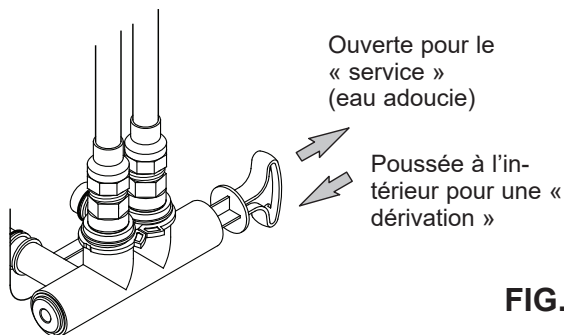
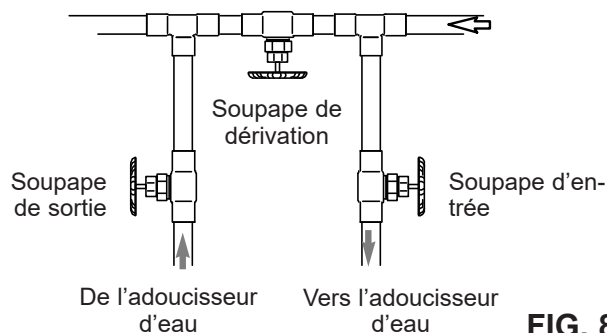

FIG. 7
FIG. 8
Installez une soupape de dérivation simple (incluse), de la manière illustrée à la figure 7, ou, si telle est votre préférence, le système de dérivation à trois robinets (pièces non incluses) en vous reportant à la figure 8. Les robinets de dérivation vous permettent de couper l'eau alimentant l'adoucisseur, au besoin, pour effectuer des travaux d'entretien tout en continuant d'avoir de l'eau dans les tuyaux.
ATTENTION : Le tuyau d'eau froide (en métal) d'une maison est souvent utilisé pour assurer la mise à la terre du circuit électrique de l'habitation. Le mode d'installation de la soupape de dérivation triple illustré à la Figure 8 maintiendra la continuité de la mise à la terre. Si vous utilisez des soupapes de dérivation en plastique sur l'appareil, la continuité sera rompue. Pour rétablir la mise à la terre, procédez comme suit :
2. Placez la soupape de dérivation (simple ou à trois robinets) en position de « dérivation ». Consultez les figures 7 et 8 à la page 7.